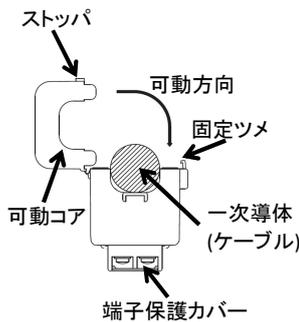
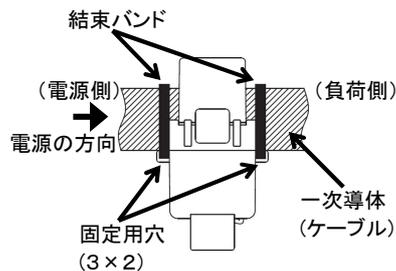

図1
図3
- 1) 可動コアの固定つめを押し、噛み合わせをはずして可動コアを開いてください(図 1)。電流センサの取付け方向(図 3 の電源側, 負荷側)を間違えないようK, Lの記号を確認して, ケーブルを下からくぐらせます。
- 3) 結束バンドにより電流センサをケーブルに固定します(図 3)。